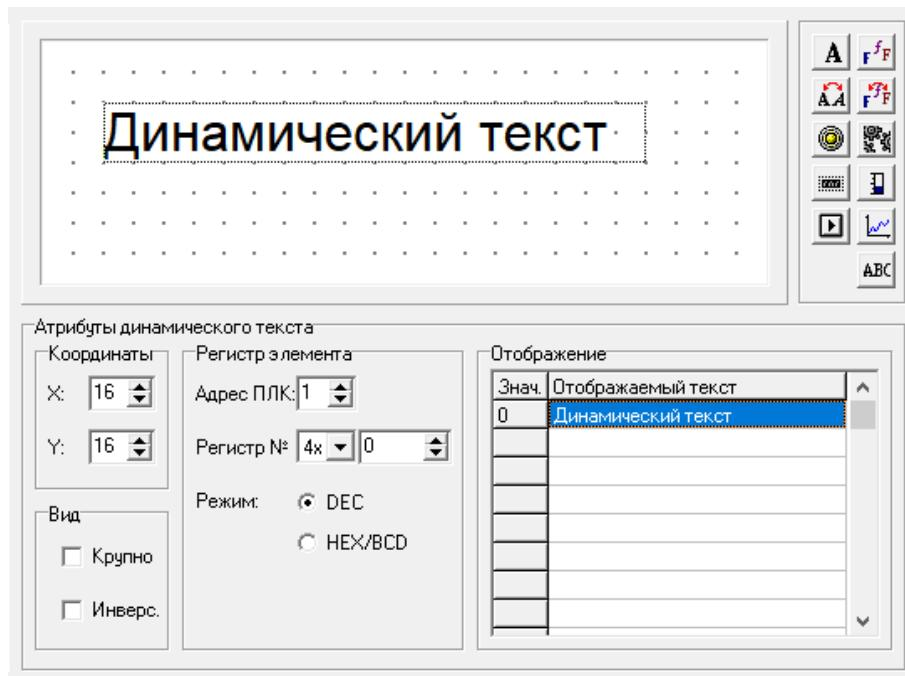

Рисунок 4.6 – Динамический текст
- Нажать кнопку  Откроется область задания параметров изменяющихся текстов (см. рисунок 4.6).